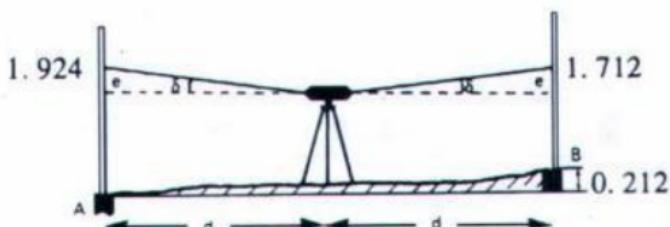

图 13
5.2.1 A 和 B 点相距 30 到 50 米，在其中央安置仪器并读取 a_1 和 b_1 (如图 13)。